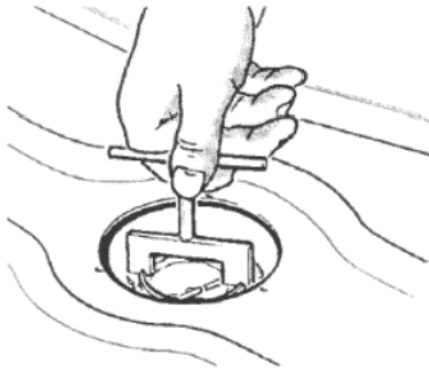

Рисунок 3.25. Снятие запирающего кольца трансмиттера (датчика) измерительного прибора уровня топлива (Раздел 18)
13. Датчик можно отвернуть от бака, используя инструмент, подобный изображенному на Рисунок 3.25. Нет необходимости снимать для этого бак с автомобиля. Датчик ремонту не подлежит, и если он неисправен, то его следует заменить новым.